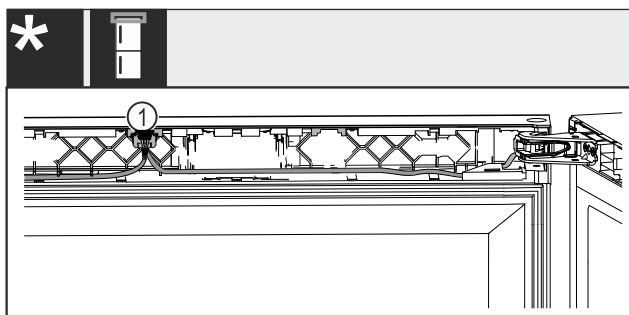

Fig. 62 Комбинации из холодильника для вина и морозильника*
- ▶ Зафиксируйте штекер Fig. 62 (1) в направляющей.*